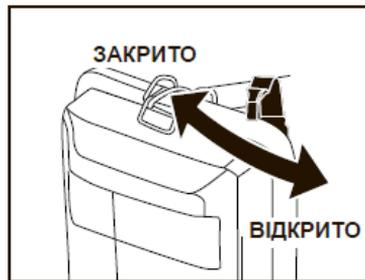

Рис.7
- Переведите рычаг воздушной заслонки в положение «Закрыто» (Рис. 7).